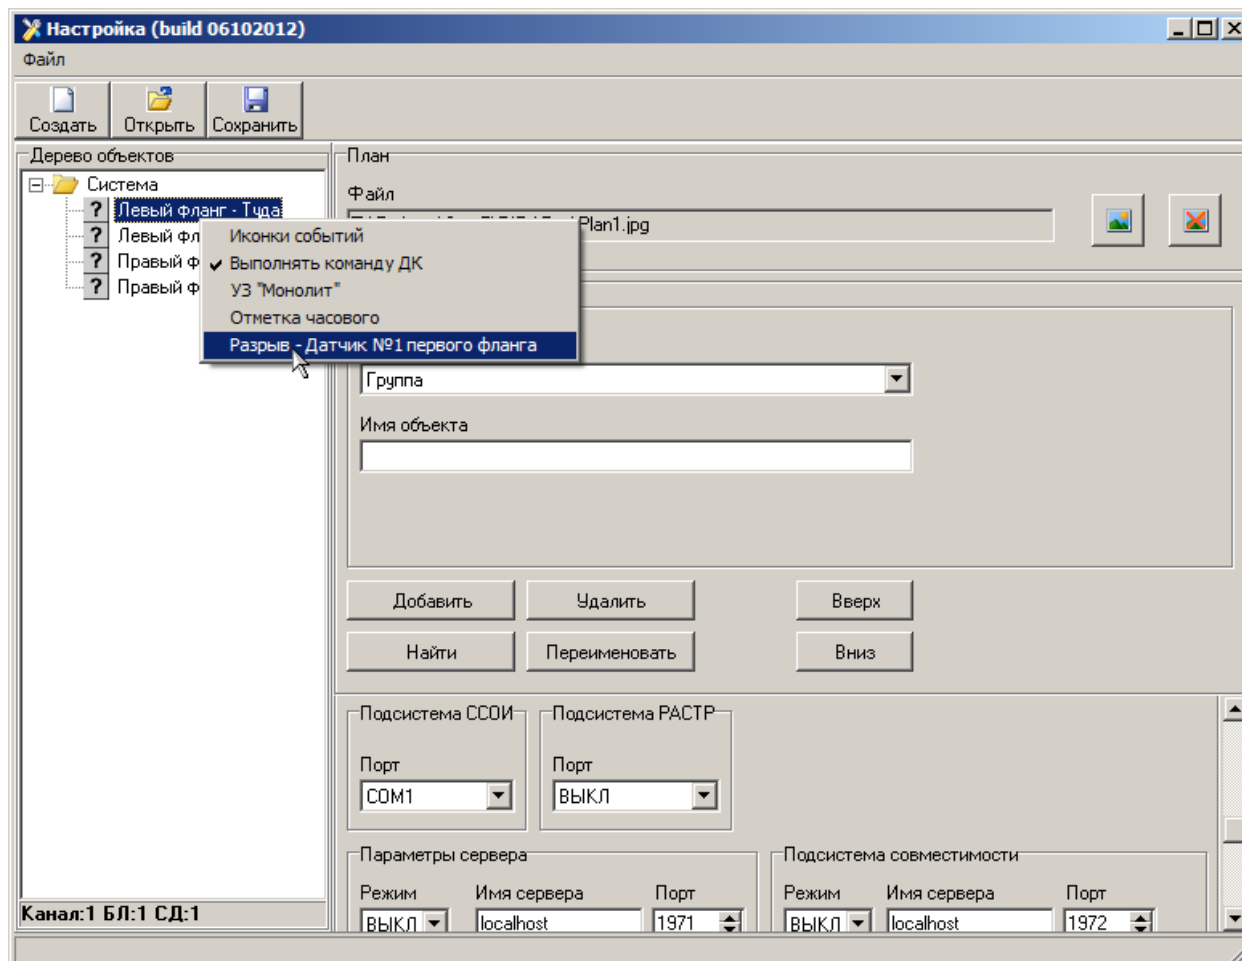

Рисунок 36.
- Нажать правую кнопку мыши и в выпадающем меню выбрать опцию «Разрыв – Датчик №1 первого фланга» (см. рисунок 36);